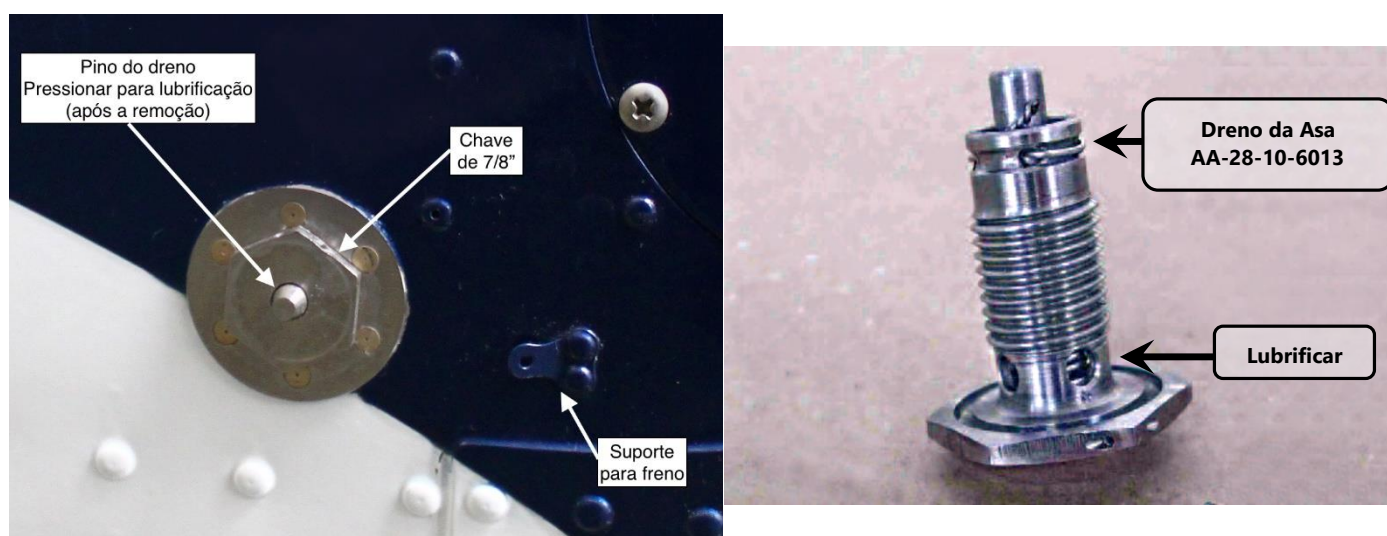

Figura 28.10.10 – Dreno no tanque de combustível
2. Cortar o arame de freio, mostrado na figura 28.10.10, utilizando um alicate de corte.
3. Remover a porca sextavada do dreno (ver figura 28.10.10), com uma chave combinada de 7/8”.
6. Verificar todo o corpo de dreno da asa AA-28-10-6013, mostrado na figura 28.10.10, quanto a mossas e deformações. Substituí-lo se necessário.
7. Pressionar o pino do dreno, mostrado na figura 28.10.10, e lubrificar seu interior com vaselina industrial, através do orifício mostrado na mesma figura.